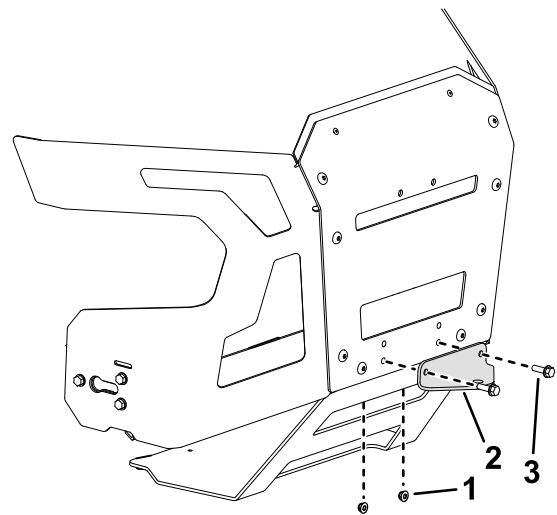

Bild 12
1. Entfernen Sie die vorhandenen zwei Schrauben, zwei Muttern und die Anbaugeräthalterung von der Unterseite der hinteren Schutzvorrichtung (Bild 12).